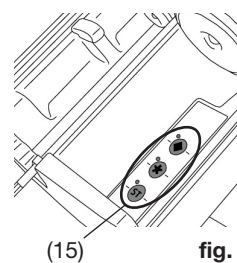

fig. 7
- Aktiver blandeprogrammet ved at trykke på den modsvarende programtast (15, fig 7). Lampen tændes ved siden af programtasten.